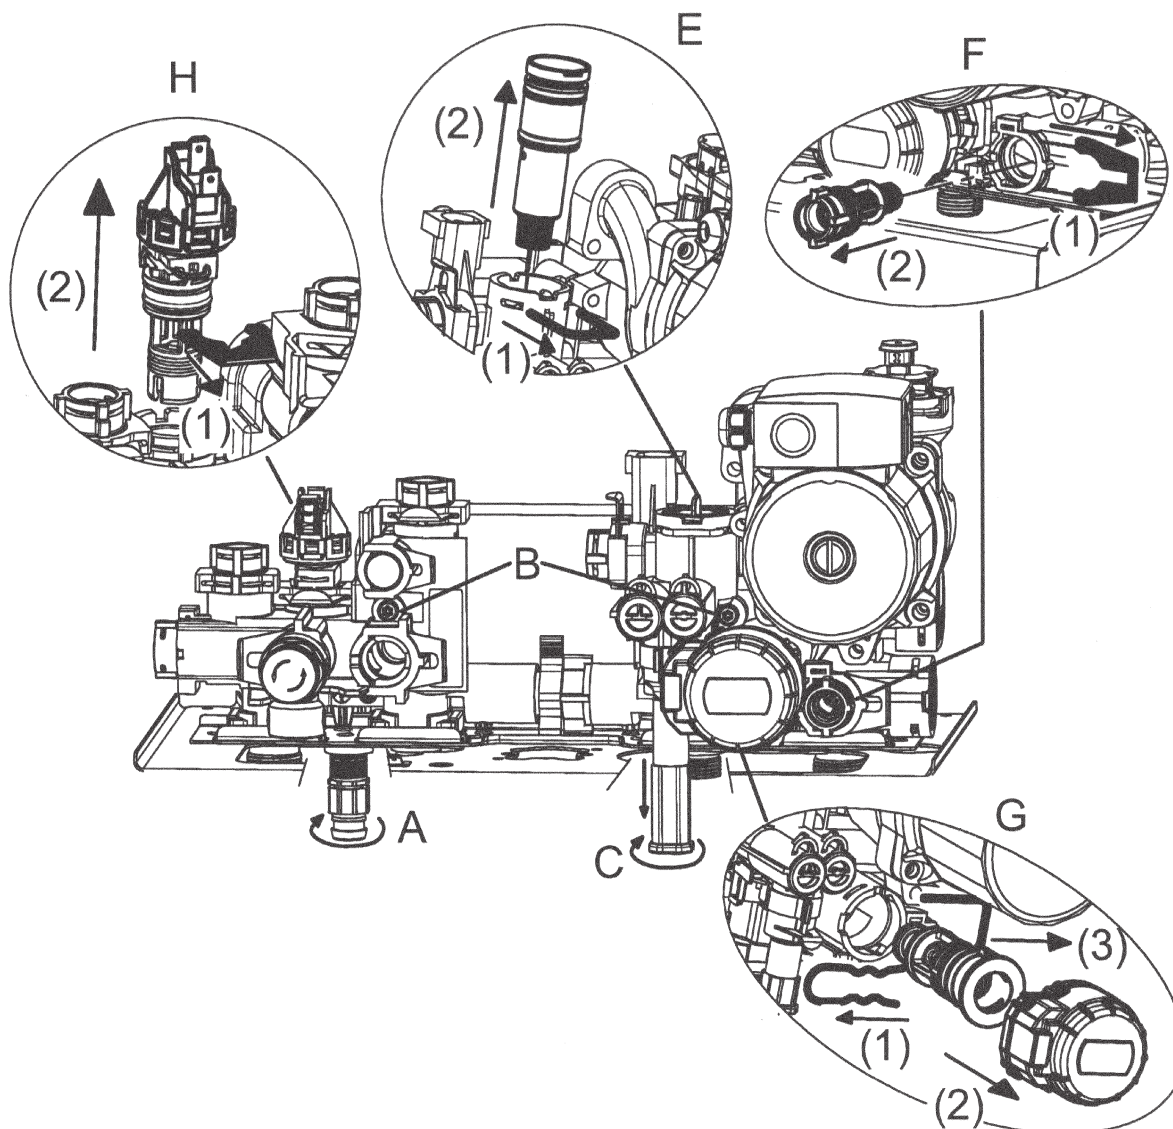

Figure 15
- vider l'eau présente dans le circuit de chauffage en ouvrant le robinet A (voir figure 15) ;
- pour extraire la cartouche du filtre de chauffage, enlever tout d'abord le moteur de la vanne 3 voies (rep. 1 2G – figure 15) ;
- enlever le clip (rep. 1E, figure 15) ;
- enlever le filtre (rep. 2E, figure 15).